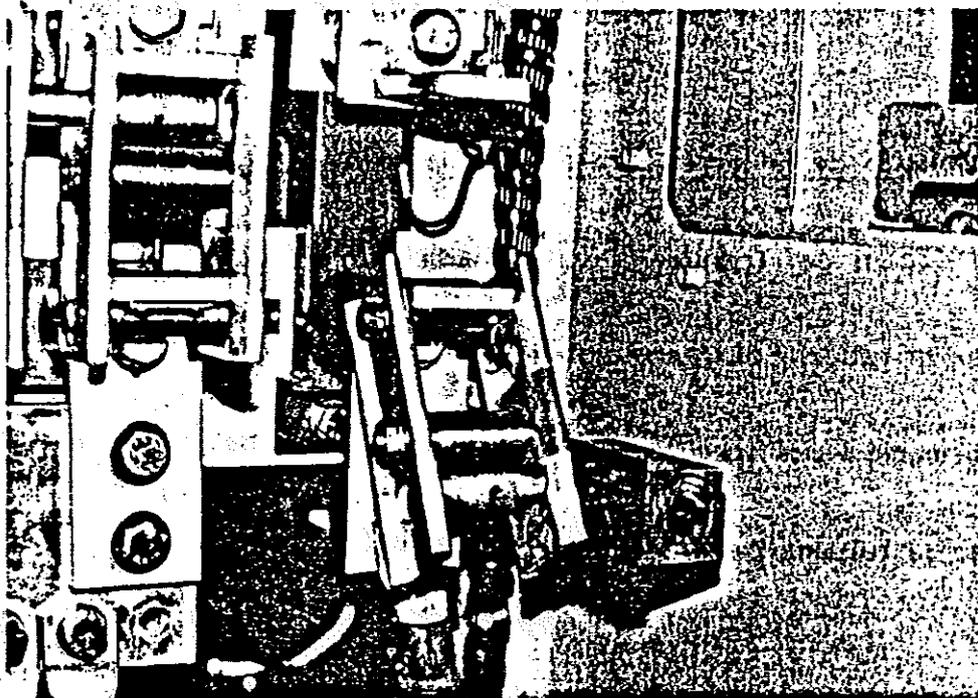

Figura 49 Seccionador de la calefacción abierto
- El seccionador de calefacción debe permanecer abierto como se muestra en la Figura 49